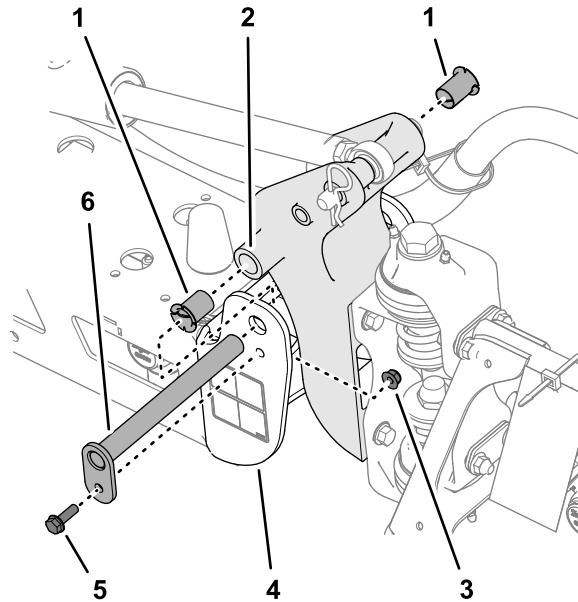

Рисунок 120
- Отверните болт и гайку, которые крепят ось поворота, и снимите ось поворота (Рисунок 120).
- Снимите и осмотрите нейлоновые втулки с передней и задней сторон кронштейна шарнира (Рисунок 120).
- Нанесите тонкий слой масла на нейлоновые втулки и установите их в кронштейн оси поворота (Рисунок 120).
7. Совместите отверстия в кронштейне шарнира с отверстиями в швейллере (Рисунок 120).